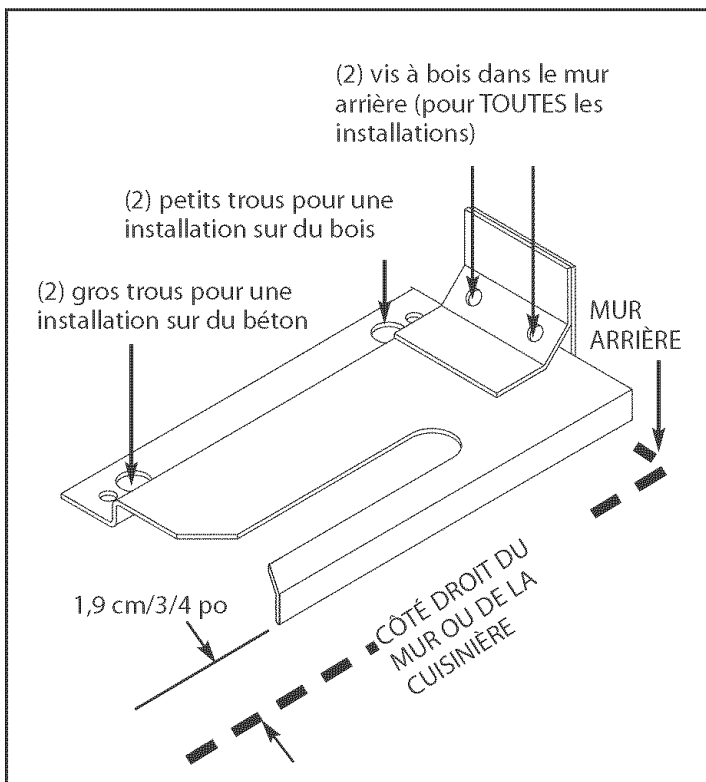

FIG. 13
mur (ou paroi latérale de la cuisinière) et le support. Percez (2) trous de guidage de 3,5 mm/1/8 po de diamètre au centre des petits trous. Servez-vous d'un clou ou d'un poinçon si vous ne disposez pas d'une perceuse. Fixez solidement le support au plancher et au mur. Voir Fig. 13.